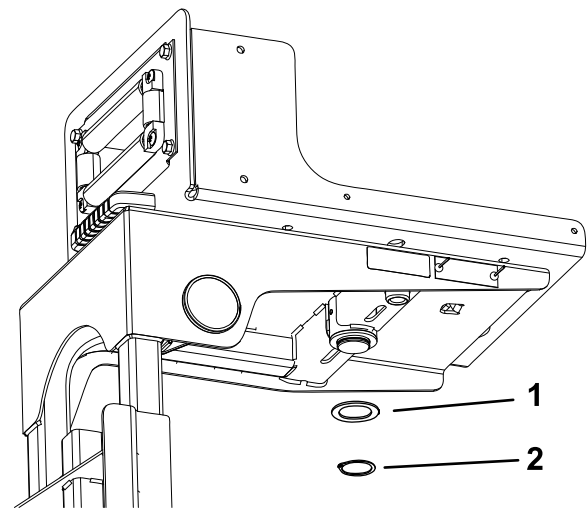

Figure 20
2. Sur la face inférieure du cadre du dévidoir, fixez la rondelle de butée et le circlip au plot sur la plaque pivotante (Figure 20).